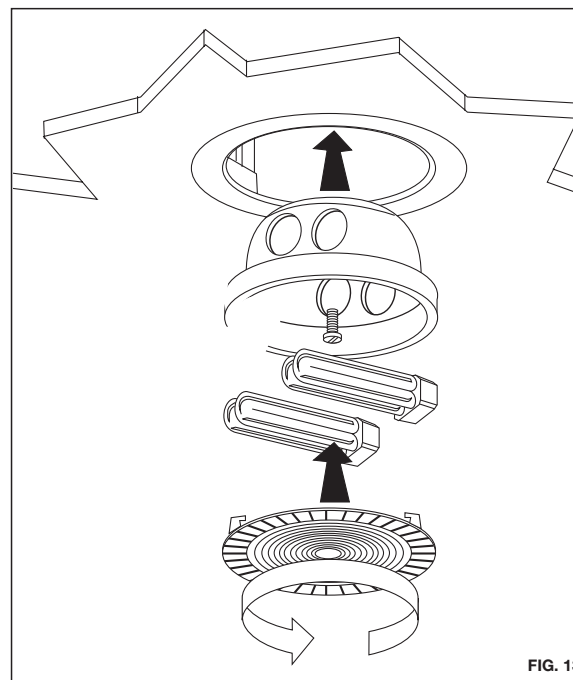

FIG. 13
- Rimontare la parabola nella propria sede (**FIG. 13**).
- Reassemble the reflector in its seat (**FIG. 13**).
- Remonter la parabole dans son siège (**FIG. 13**).
- Den Reflektor wieder in ihre Aufnahme einsetzen (**FIG. 13**).
- Volver a montar la parabola en su alojamiento (**FIG. 13**).